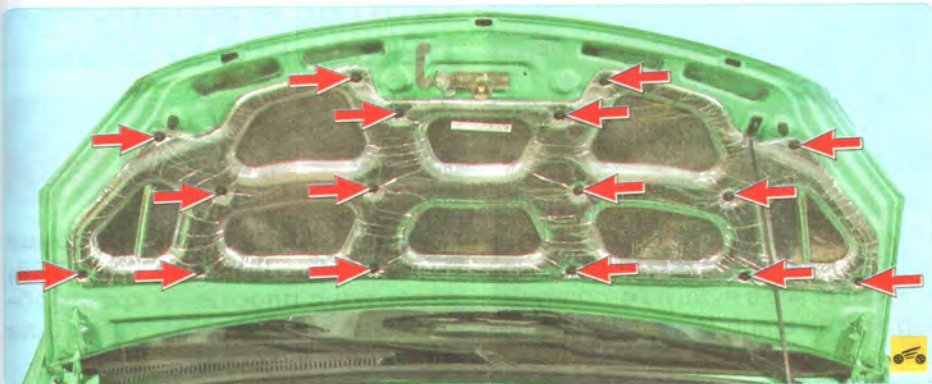

Рис. 11.3. Расположение пистонов крепления шумоизоляции капота
2. Если снимаете капот для замены, подденьте шестнадцать pistонов (рис. 11.3) и снимите шумоизоляцию.